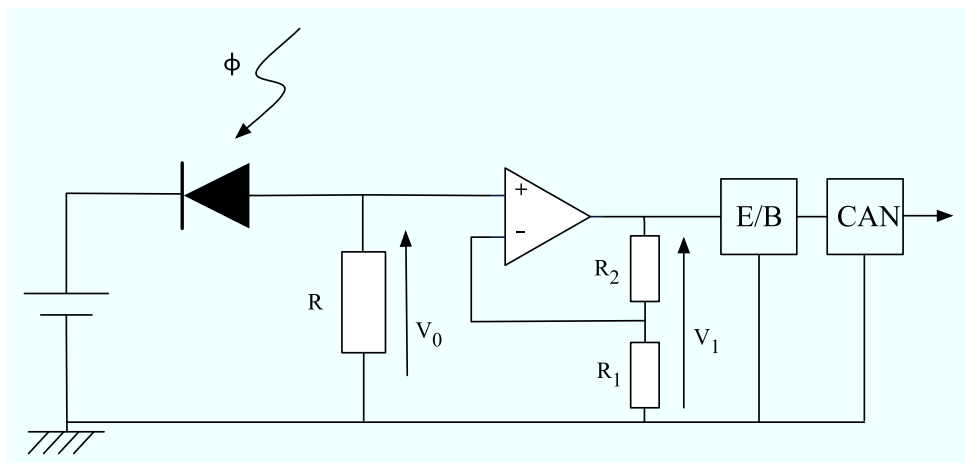

FIG. 2. Montage de la chaîne d'acquisition
Une chaîne d'acquisition (voir figure 2) est constituée d'une photodiode, d'un amplificateur à gain réglable, d'un échantillonneur/bloqueur (fréquence d'échantillonnage = 1 kHz) et d'un convertisseur analogique-numérique (qui code un signal de 0 à 10 V sur 8 bits). Cette chaîne est destinée à la mesure du flux lumineux sinusoïdal dans une zone inaccessible, située à 1 km de l'expérimentateur muni d'un ordinateur. Un câble sera donc utilisé pour transmettre le signal.
2. La figure 2 est incomplète car elle n'indique pas la présence du câble. A quel endroit doit-on placer l'amplificateur par rapport au câble ? Justifiez.